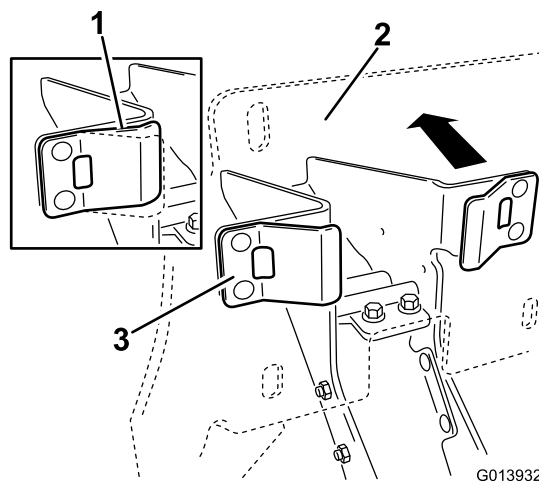

図 14
4. プラスチック製のストップがスプリングのタブに接触していることを確認し、クレードルのバックプレート・アセンブリに力をかけて、スプリングタブを途中まで縮める図 14